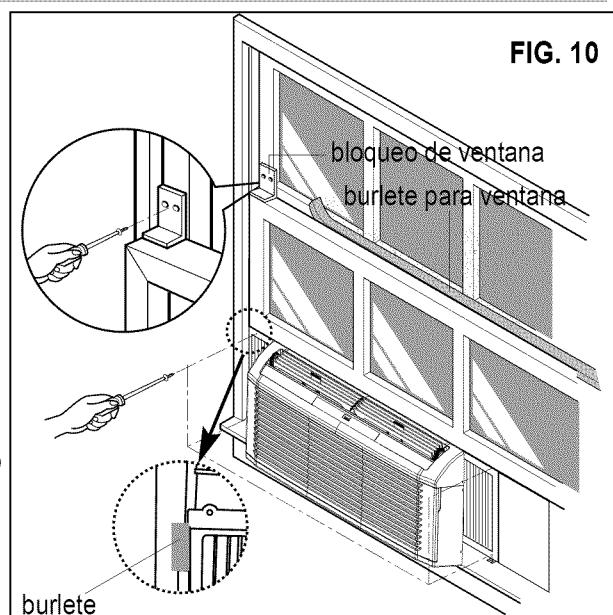

FIG. 10
Expanda los paneles de relleno y bloquéelos usando los 4 tornillos como se muestra en la FIG.10. Cuando los paneles de relleno se abren o se cierran puede encontrar cierta resistencia. Esto es normal.
- \* Corte el burlete para la ventana para que se ajuste al ancho de la ventana. Introduzca el burlete entre el cristal y la ventana para evitar que entren el aire y los insectos, como muestra en la FIG.10.
- \* Para minimizar las fugas de aire entre el aire acondicionado de la habitación y la apertura de la ventana, se debe aplicar un burlete apropiado (ajuste el burlete proporcionado al tamaño apropiado) en caso de que se encuentren espacios en la ubicación como lo indican las flechas en la Fig. 10.
- \* Instale el soporte de bloqueo del marco con 2 tornillos para evitar que la ventana se eleve, lo que puede provocar que la unidad se caiga, tal como se muestra en la FIG.10.